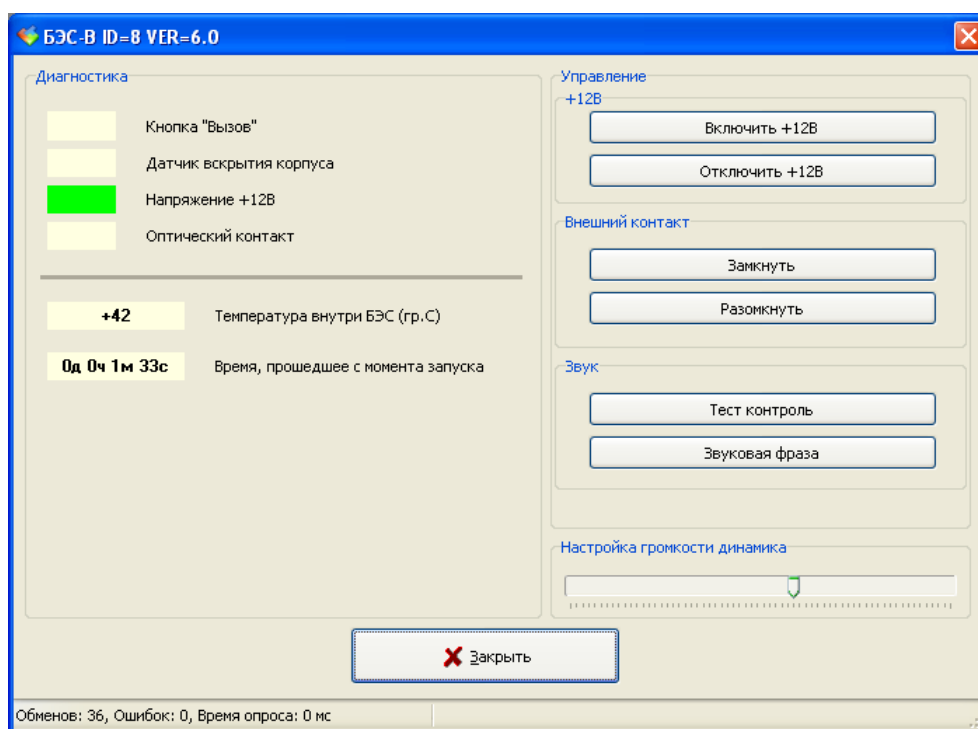

Рисунок 22 - Окно проверки БЭВС
4. Появиться окно проверки БЭСВ (рисунок 22).
- При нажатой кнопке вызова на блока БЭВС область напротив надписи «Кнопка «Вызов»» будет подсвечиваться зеленым цветом, а иначе серым (рисунок 22).